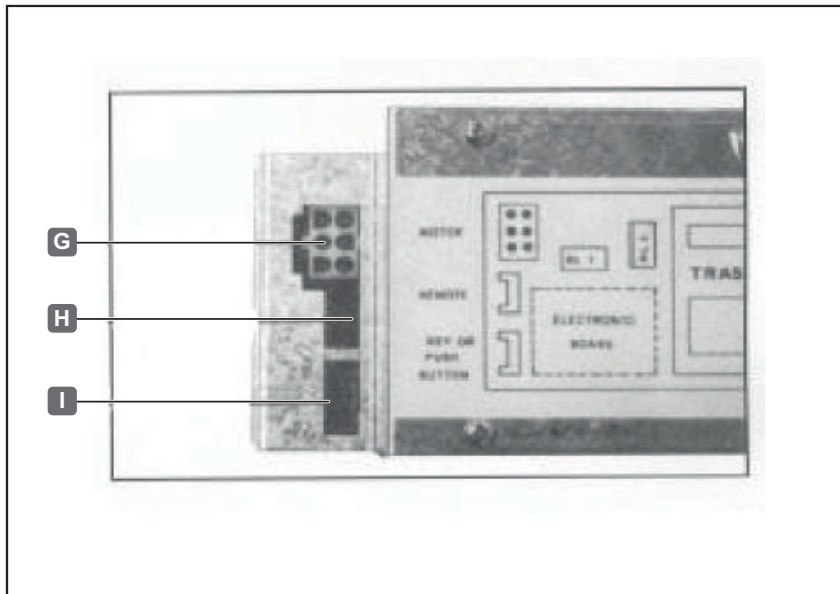

Abb. 3: Anschlüsse
- > Die Oberseite / Abdeckung (J) des Möbelstücks darf nur lose, z.B. mit Hilfe von Holzdübeln (K), angebracht werden. Nicht verleimen!
- > Die lose Befestigung stellt eine Sicherheitsmaßnahme gegen Quetschen von Fingern zwischen Oberseite / Abdeckung (J) und Schrankunterbau (O) während des Betriebes dar.
9. Motor und den Wipptaster an die Elektronik anschließen (siehe Abbildung 3: Anschlüsse).